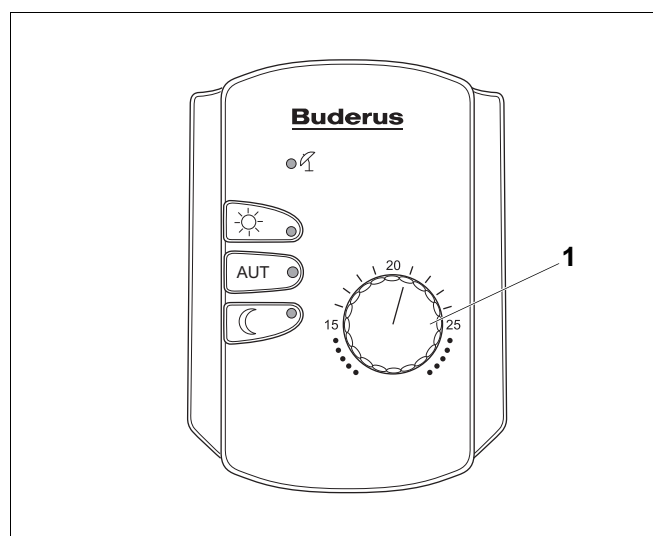

Fig. 11 Telecomandă
- Se rotește butonul (Fig. 11, **Poz. 1**) până apare temperatura dorită a încăperii pe timpul zilei, de exemplu 21 °C. Domeniul de reglaj este 11 °C–30 °C.